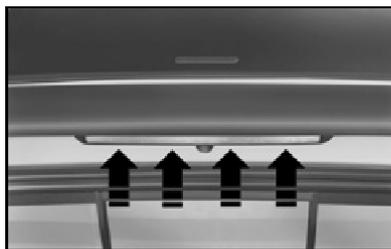

fig. 36
1) agindo pelo compartimento de carga, retirar os parafusos que fixam o conjunto **fig. 36**, conforme indicado;